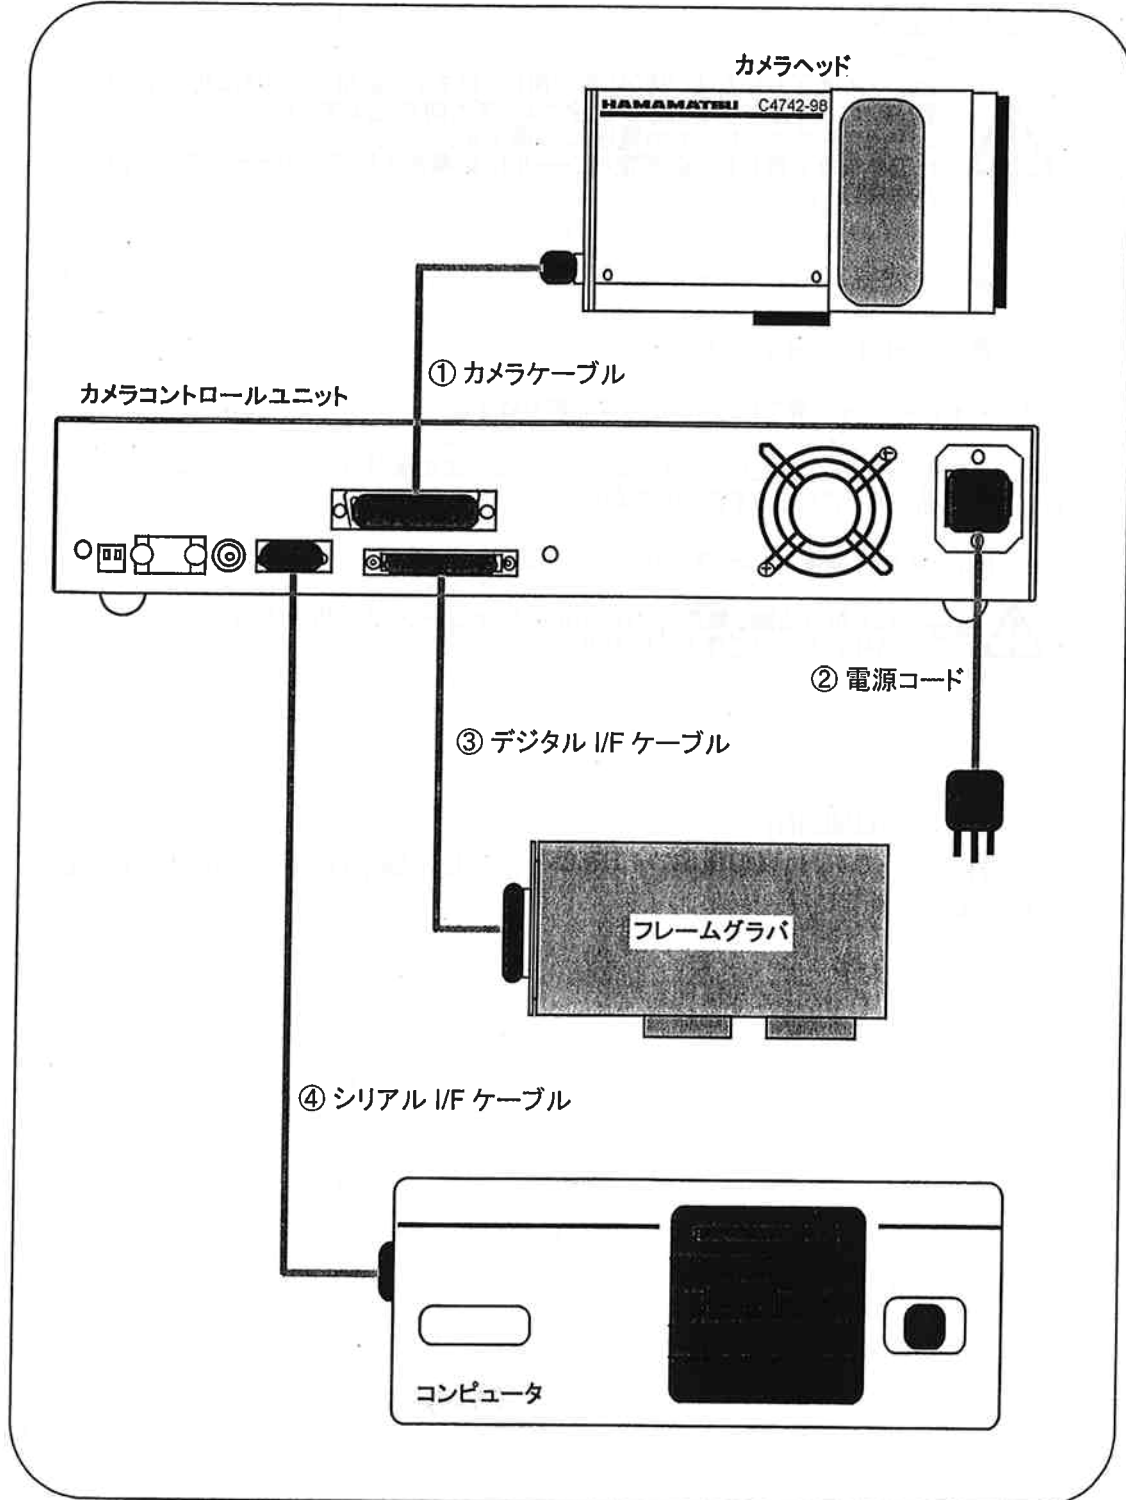

図 7-1
(1) 図 7-1 に示されているようにケーブルを接続してください。
(2) 本装置の電源を **ON** にします。
(3) 空冷ファンが正常に回転をし、空気が循環していることを確認します。